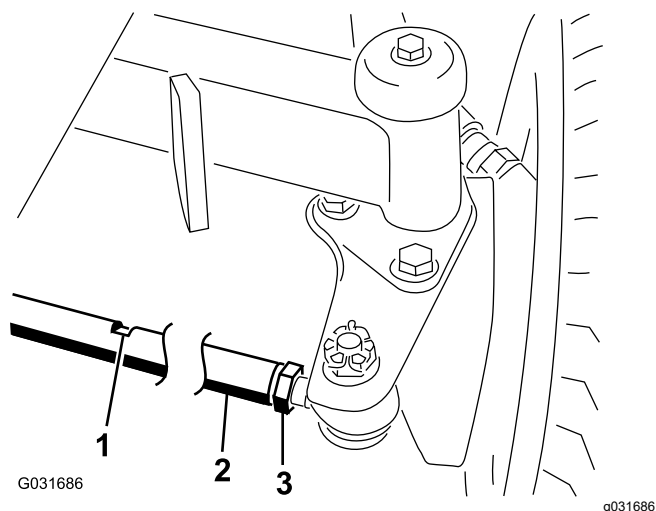

Figura 92
2. Allentate il controdado da ciascun lato del tirante (Figura 92).